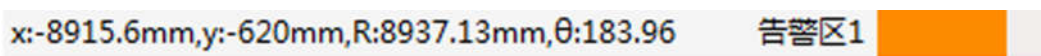

图 2.5.28 告警区 1 状态显示
- 点击图标编辑告警区 1 时，状态栏显示如图 2.5.28 所示。